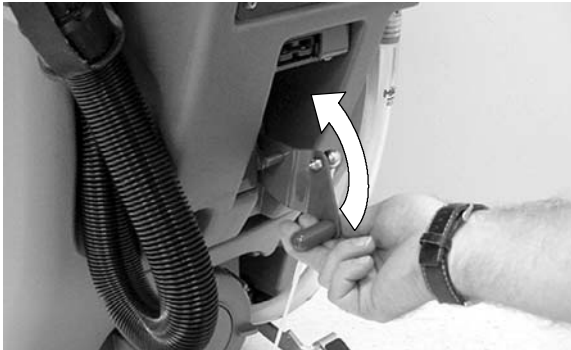

FIG. 4
2. Soulevez le levier de levage du racloir en position supérieure (Figure 4).